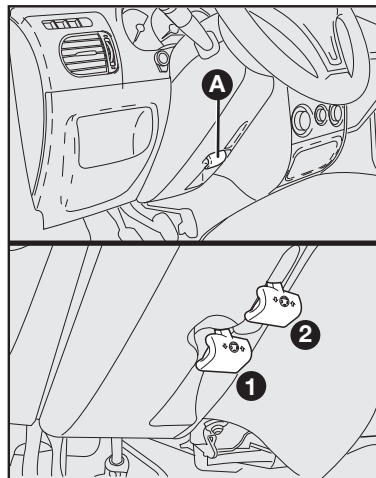

fig. 13
## VOLANTE – fig. 13
- 1) Deslocar a alavanca **A**–fig. 13 para a posição **2**–fig. 13.